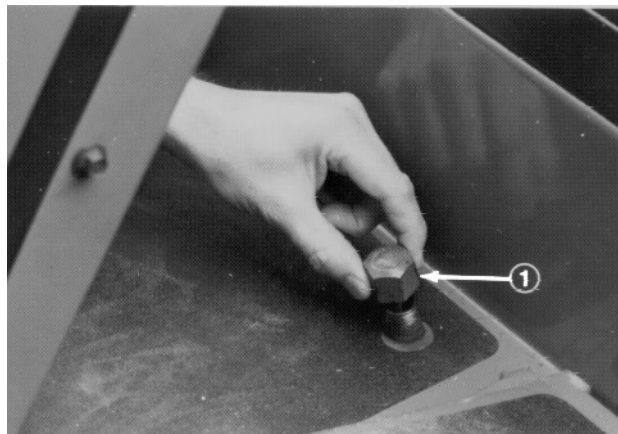

Fig. 5
2. Togliere il tappo dell'asta di livello (Fig. 5) dal bocchettone di riempimento ed asciugare l'asta con un panno pulito. Avvitare il tappo a mano nel bocchettone, quindi toglierlo di nuovo e verificare il livello dell'olio. Se non si trova a 13 mm dalla tacca sull'asta (Fig. 5) rabboccare con olio motore SAE 10W-30, oppure, se usato, con olio per trasmissione automatica fino a portare il livello alla tacca. Non riempire troppo.